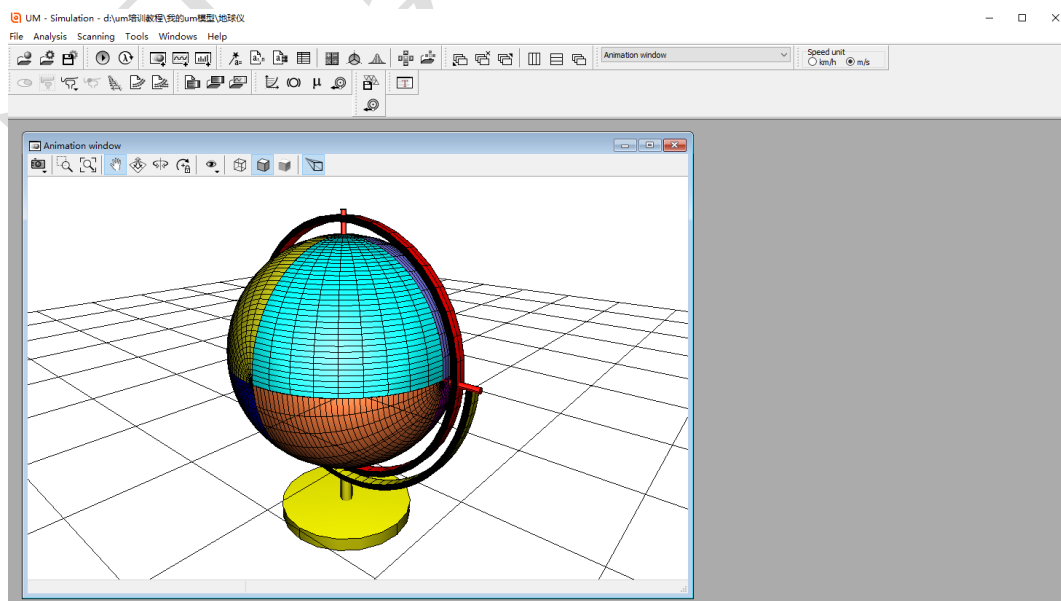

图 2-39
- 3) 加载了模型的仿真程序界面如图 2-39 所示，上方为主菜单和常用工具栏，下方为程序桌面。在程序桌面上自动打开了一个动画窗口，显示当前模型，可随意调整大小和位置，可关闭也可同时打开多个动画窗口。请注意，由于 **UM Simulation** 程序采用了全新的图形引擎 **ORGE**，其动画窗口操作与 **UM Input** 程序略有不同，使用时推荐将平移图标始终保持为选中状态，则按下鼠标左键移动为平动，按下鼠标中键移动为转动，滑动鼠标滚轮为缩放。